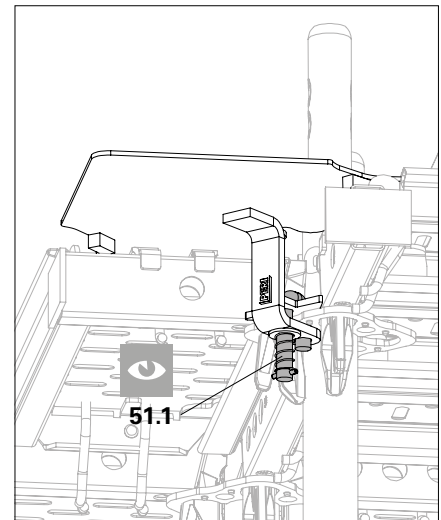

Abb. A7.05b
6. Bolzen vollständig in die Diagonalaufnahme der Rosette einrasten lassen. (Abb. A7.05b)